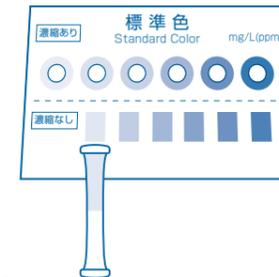

図8
⑧チューブを標準色の余白部にのせて、下段(濃縮なし)の色と比色します。(図8)